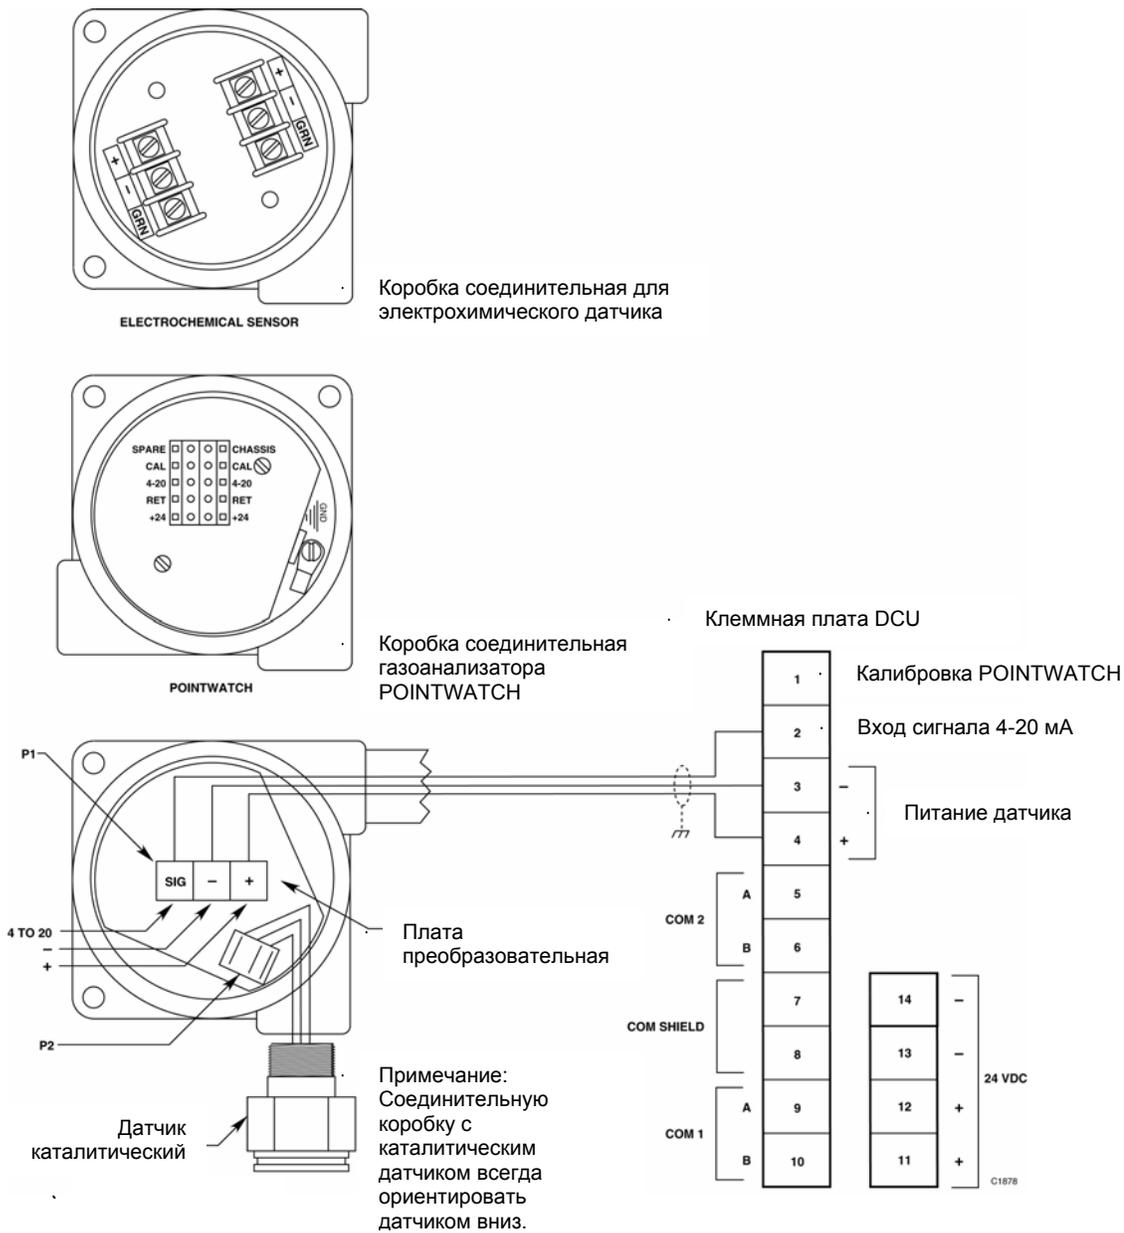

Рис. 3-66. Комплекты для дистанционной установки датчиков.
Соединительная коробка может быть удалена от модуля DCUEх на расстояние до 300 м с использованием трёхпроводного экранированного кабеля сечением 1,0 мм2. Независимо от расстояния, на входе преобразовательной платы должно обеспечиваться минимальное напряжение питания пост. тока 18 В, см. рис. 3-66.
4. С помощью трёхпроводного экранированного кабеля сечением 18 AWG (1,0 мм2) соединить разъём P1 преобразовательной платы с клеммами 2, 3 и 4 клеммной платы модуля DCU, см. рис. 3-66. Соединить экранированный провод с земляным наконечником коробки модуля.